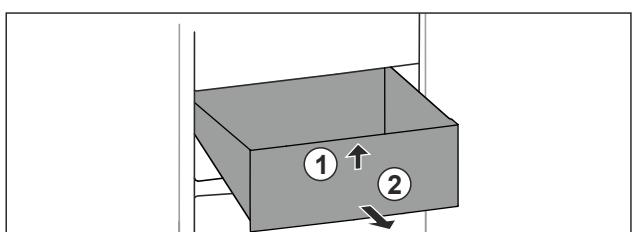

Fig. 72
- Nadvihnite zásuvku vpred. Fig. 72 (1)
- Odoberte zásuvku dopred. Fig. 72 (2)